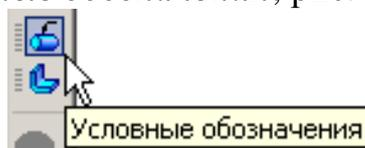

Рис. 97
2. Выполните обозначение резьбы. Для этого нажмите кнопку переключения *Условные обозначения*, рис. 97, и *Обозначение резьбы* .